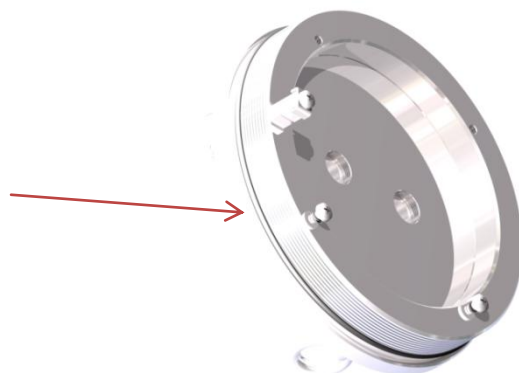

Bild 10-10 Position der O-Ring-Dichtung Typ T08-TNXCD
- Achtung: Beim Entfernen des Flansches darf die schwarze O-Ring-Dichtung (VMQ-Silikon, NBR-70 oder Viton) nicht beschädigt oder verunreinigt werden (vgl. Abb.10-10)!